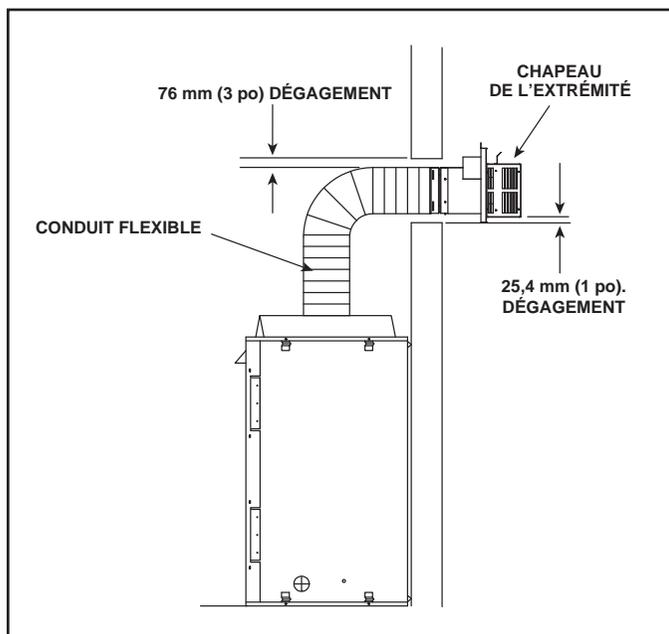

Figure 4.8 Conduit d'évacuation flexible – Foyer générique illustré
Le conduit doit être soutenu chaque fois qu'il change de direction et partout où un dégagement avec les matériaux inflammables doit être garanti. Une installation simple « vers le haut et à l'extérieur » (figure 4.8) ne nécessite que les supports nécessaires à maintenir les dégagements par rapport aux matériaux inflammables. Cependant, le point d'attache du conduit d'évacuation et les pare-feu sont considérés comme étant des supports.
****Remarque :** Lorsque vous utilisez une ventilation **SLP-FLEX (6-5/8 po.)**, il **DOIT** y avoir une réduction de 25 % de H total avec un conduit d'évacuation flexible. Voir la figure 4.8.